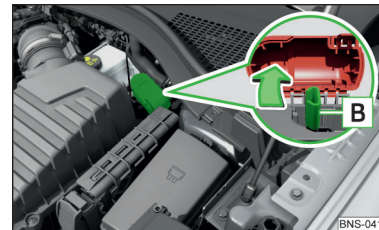

Abb. 347 Pluspol bei Fahrzeugen mit der Fahrzeugbatterie im Gepäckraum
Der Pluspol **[B]** befindet sich unter einer Abdeckung im Motorraum » Abb. 347.
- ▶ Die Pluspolklemme des Starthilfekabels an der Position **[B]** » Abb. 347 anklennen.